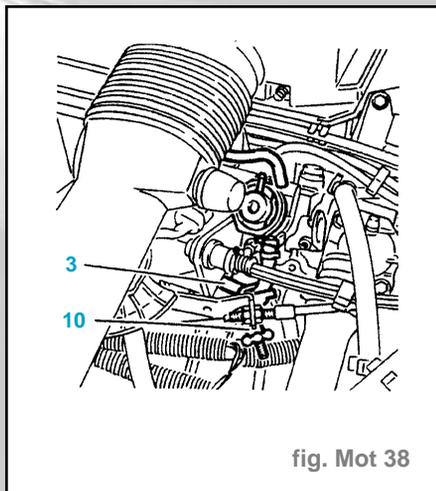

fig. Mot 38
- Pincer le tuyau de retour (3) à l'aide de l'outil [10] (fig. Mot. 38).